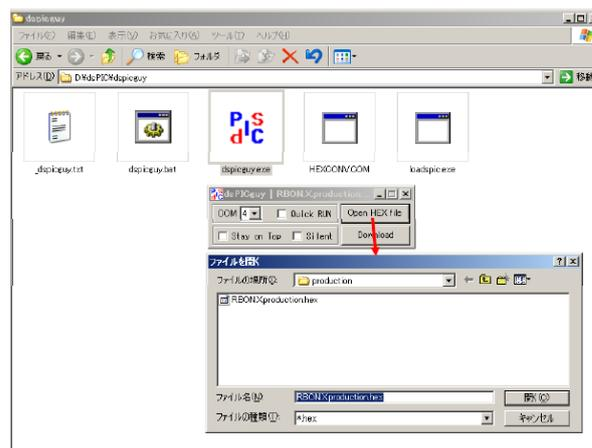

Fig. 13 How to download a HEX file
- 4) パソコンで dspicguy.exe を起動して、「Open HEX file」ボタンを押して、書き込み対象の HEX ファイルを選択 (Fig.13)。シリアル-USB 変換ケーブルの接続された COM ポート番号を選択。COM ポート番号の調べ方は、「マイコンコンピュータを右クリック、プロパティを開ける」→「ハードウェア・タブでデバイスマネージャ・ボタンを押して、ポート (COM と LPT) からシリアル-USB 変換ケーブルの COM 番号を読みとる」。COM ポート番号が 10 より大きい場合、dspicguy の COM ポート番号はプルダウンで、1~9 番しか選べないので、COM ポート番号の付け替えを行う必要がある。そのような場合は、「USB ポートの競合」をキーワードとして、ネット検索すれば、丁寧に説明してくれているサイトが見つかるので、そちらを参照のこと。また、dspicguy.exe のチェック・ボタン「Quick RUN」、「Stay on Top」、「Silent」は、各々